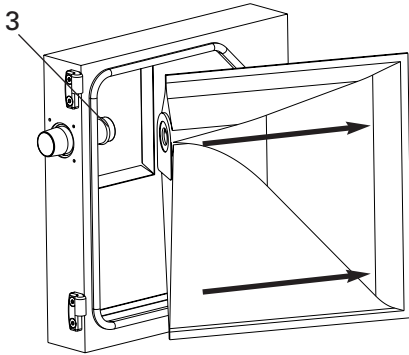

Abb. 10
- Ziehen Sie die Dichtung des Filters vom Stutzen 3 und verkleben die Öffnung mit der an der Dichtung befindlichen Klebefolie. (Abb. 10)